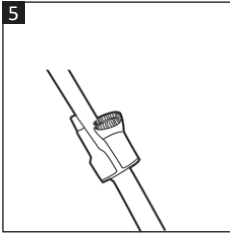

Fig. 5
- Le support d'accessoires (3) peut être clipsé sur le tube télescopique (19) pour garder les accessoires de nettoyage à portée de main pendant le nettoyage (Fig. 5).